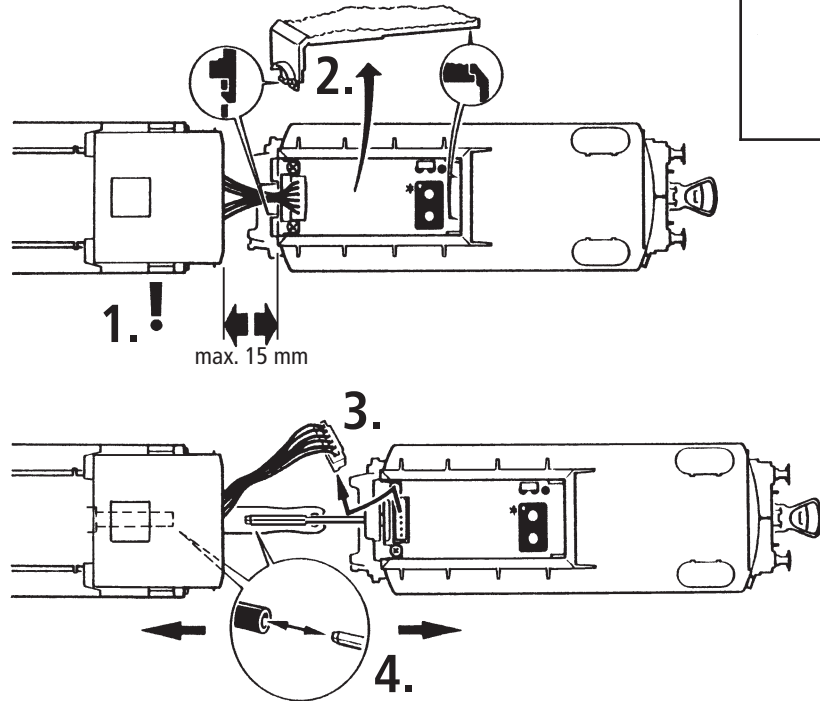

Fig. 7
2. Schmierung: Versehen Sie die im Schmierplan in Fig. 9+10 gekennzeichneten Stellen mit nur **kleinen Öltropfen**. Dazu zuerst das Lok- bzw Tendergehäuse abnehmen (Fig. 7, Fig. 6). Wir empfehlen den ROCO **Öler Art.-Nr. 10906**. Fürs Schmieren der Getriebeteile (Zahnräder, Schnecke) empfehlen wir das **ROCO-Spezialfett Art.-Nr. 10905**. Im Falle der Schmierung diese Teile **nicht ölen**.
2. Lubrication: Apply **tiny oil drops** to spots marked in fig. 9+10. Prior to lubrication dismantle the loco body or the tender body (fig. 7, fig. 6). We recommend using item no. **10906, Roco oiler**. For lubrication the gearparts (e.g. cogwheels, worm) we would recommend our Roco **special grease** (item no. **10905**).
3. Change of lights: First remove loco body and the tender body (fig. 7, fig. 6) and then change lights (fig. 9, fig. 8).
4. Steam generator application (fig. 5): First remove the loco body (fig. 7) and then push in the Seuthe steam generator no. 10 (running in digital mode: use no.11).
2. Graissage: N'appliquez **qu'une toute petite goutte** aux endroits indiqués par le plan de graissage (fig. 9+10) après avoir démonté la caisse du locomotive/tender (fig. 7, fig. 6). Nous vous recommandons le **graisseur à huile Roco réf. 10906**. Pour graisser les engrenages (roues dentées, vis sans fin) nous vous conseillons la **graisse spéciale Roco réf. 10905** pour engrenages en matières synthétiques. Lorsque vous utilisez cette graisse il faut éviter d'huiler ces composants.
3. Remplacement des ampoules: Veuillez démonter d'abord la caisse de votre locomotive et la caisse du tender (fig. 7, fig. 6) puis vous pouvez **échanger les ampoules** (voir fig. 9, fig. 8).
4. Emploi d'appareil fumigène: Veuillez démonter d'abord la caisse de votre locomotive (fig. 7) et introduisez ensuite le fumigène au chassis (fig. 5) **Attention:** Le fumigène Seuthe n° 10 n'est à utiliser qu'en exploitation classique >>analogue<<. Pour une locomotive munie d'un décodeur de commande numérique faites appel au fumigène Seuthe n° 11!